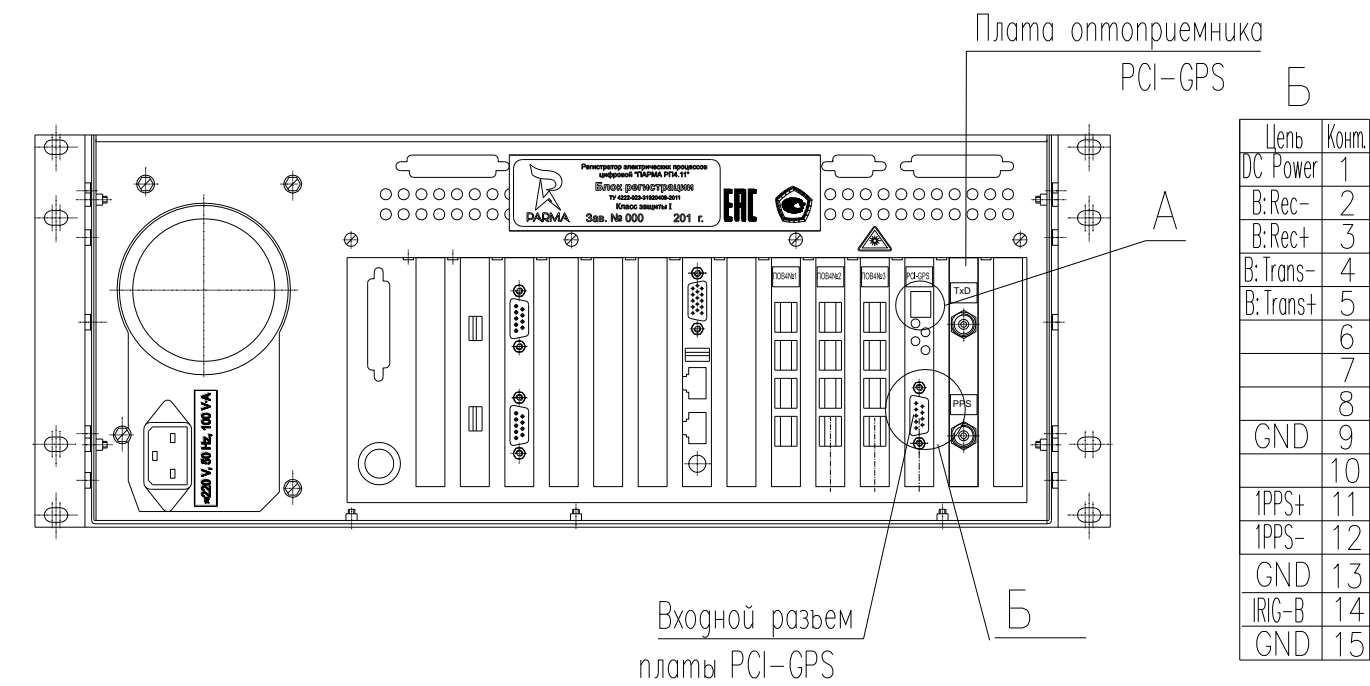

Рисунок 23 Подключение источника синхронизации к регистратору
- Входной разъем платы PCI-GPS– предназначен для проводного подключения источника синхронизации непосредственно от антенны или IRIG-B (где контакты 13 и 15 – GND, а контакт 14 – вход IRIG-B), рисунок 23, вид Б;